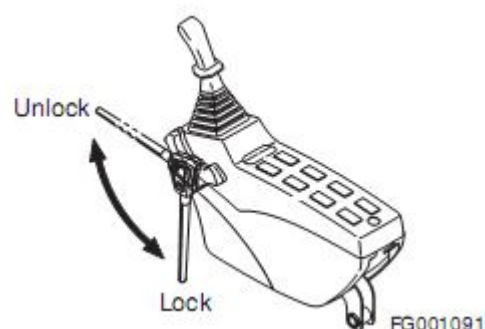

Рисунок 25
1. Опустите рычаг блокировки (рисунок 25) вниз в положение «LOCKED» («БЛОКИРОВКА»). Когда рычаг блокировки находится в этом положении, перемещение и поворот экскаватора, а также работа переднего навесного оборудования не осуществляются даже при движении рычагов управления.
2. Перед началом работы потяните рычаг блокировки (рисунок 25) вверх для перевода в положение «RELEASE/ UNLOCK» («РАЗБЛОКИРОВКА»).